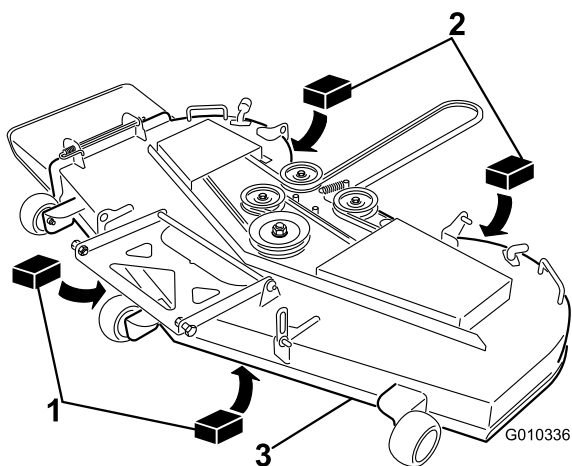

**Figura 70**
3. Gire cuidadosamente las cuchillas colocándolas en el sentido de avance de la máquina (Figura 70).
4. Mida entre la punta de la cuchilla delantera y la superficie plana y entre la punta de la cuchilla trasera y la superficie plana (Figura 70). Si la punta de la cuchilla delantera no está entre 1,6 y 7,9 mm más baja que la punta de la cuchilla trasera, vaya al procedimiento Nivelación de la carcasa de corte.